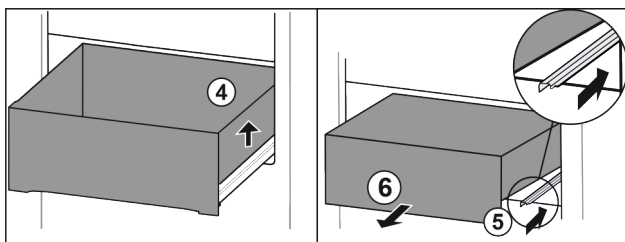

Fig. 22
- ▶ Soulever le tiroir sur la droite. Fig. 22 (4)
- ▶ Rentrer le rail de droite. Fig. 22 (5)
- ▶ Retirer le tiroir par l'avant. Fig. 22 (6)